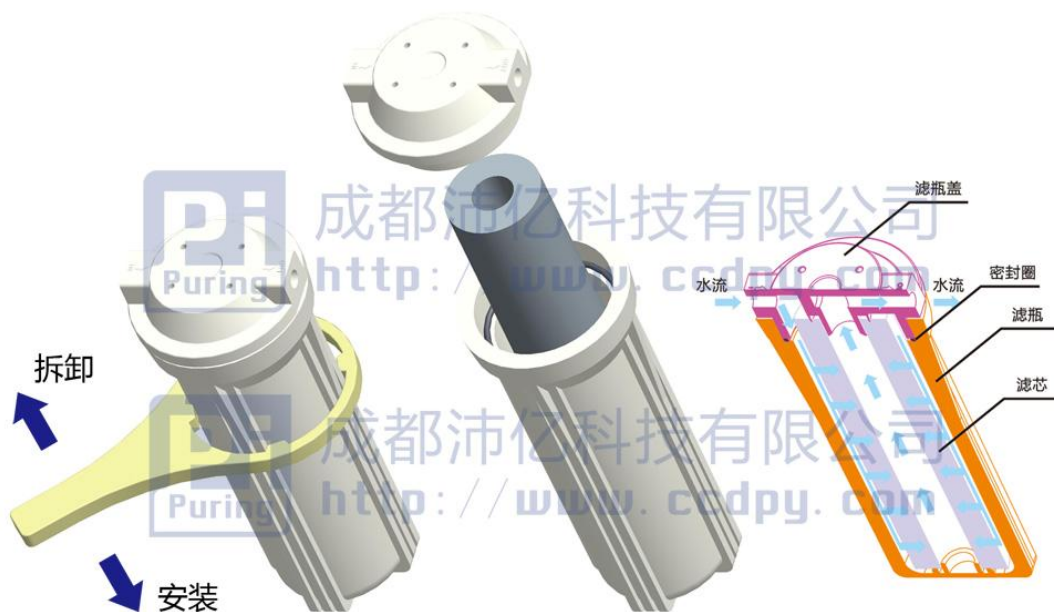

图4
**4.2 PP 滤芯更换：**在设备制水时关闭水源，让设备报警待机以消除管路水压，关闭电源，打开机器左侧门，用随机塑料扳手如图 4 所示方向卸下滤瓶，换装 PP 滤芯然后拧紧滤瓶。开启水源，然后开启电源，设备即能正常工作。根据原水水质优劣和实际用水量的大小，2~3 个月更换 1 次为宜。